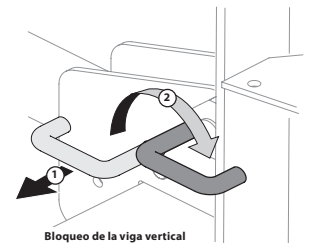

Figura 14
- b. Para trabar la vigueta en posición vertical, tire del bloqueo de vigueta vertical hacia afuera y gírelo para ajustar la vigueta. Vea la Figura 14.